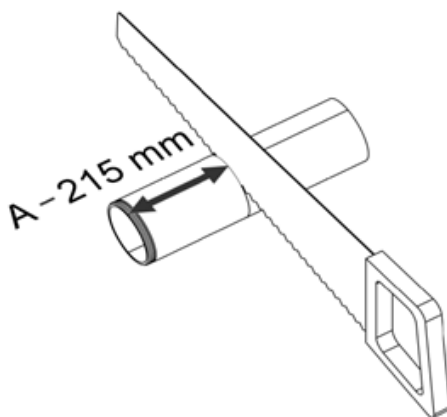

Figure 9 - Raccourcissement du tube de Ø 90 mm
Sciez le tube de Ø 90 mm (3) à la longueur  $A - 215$  mm, mesurée à partir de l'extrémité rainurée (voir Figure 9 ci-dessous).